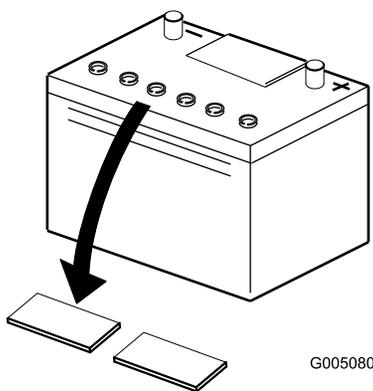

Рисунок 6
2. Очистите поверхность аккумулятора и снимите вентиляционные пробки (Рисунок 6).